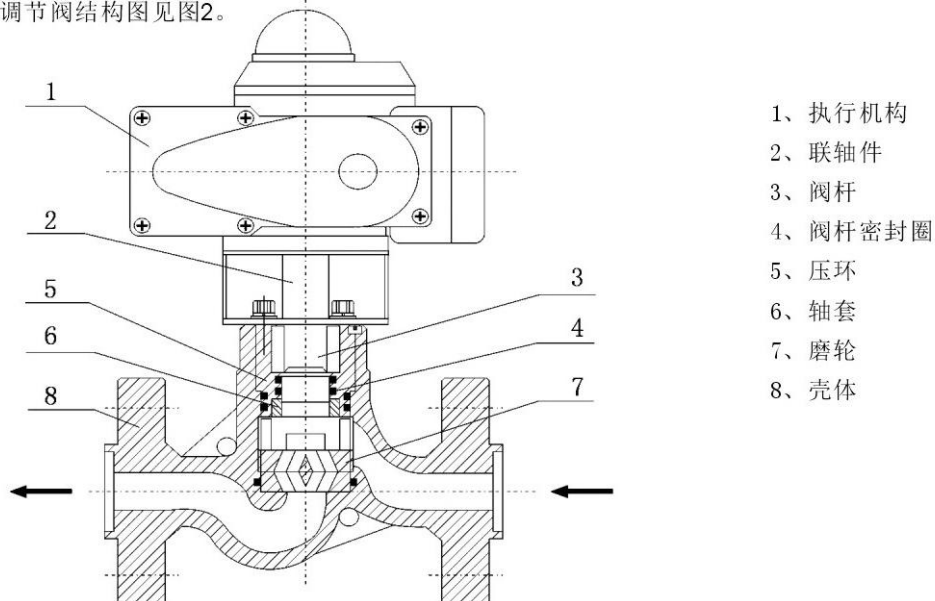

图2 调节阀结构图
(1) 电动调节阀由电动执行机构和磨轮式调节阀两部分组成。调节阀由联轴件、拨轴、压环、磨轮及壳体等组成。电动调节阀结构图见图2。